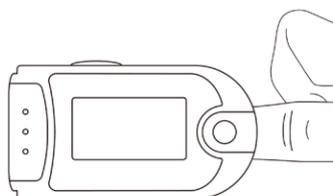

Figura 4: Poner el dedo en posición
- Abra el clip como se muestra en la Figura 4.
- El dedo debe colocarse correctamente (véase la ilustración adjunta de este manual, Figura 4). De lo contrario, podría causar mediciones incorrectas.